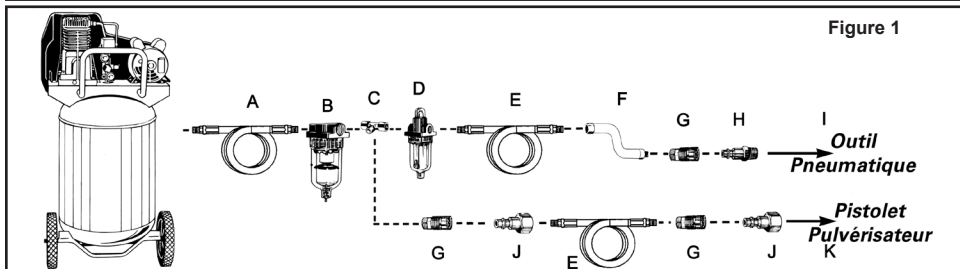

Figure 1
- Branchez l'outil au raccord rapide du tuyau flexible d'air. **REMARQUE : Il est recommandé d'utiliser un flexible de raccordement à pivot (P012-0079SP - non inclus) afin d'empêcher le tuyau flexible de s'entortiller ou de se plier et de prévenir son usage excessif (voir l'élément F de la Figure 1 pour les connexions recommandées).**
**Moteur pneumatique :** Pour maintenir la performance maximale de l'outil pneumatique, il doit être lubrifié à chaque utilisation. La poussière, la saleté, la rouille et les résidus d'huile s'accumuleront à l'intérieur de l'outil et réduiront la performance. Un huileur en ligne est recommandé pour une lubrification automatique adéquate des outils (voir Figure 1). Si un huileur en ligne n'est pas disponible, l'outil peut être lubrifié manuellement par l'orifice d'entrée (voir Figure 3).